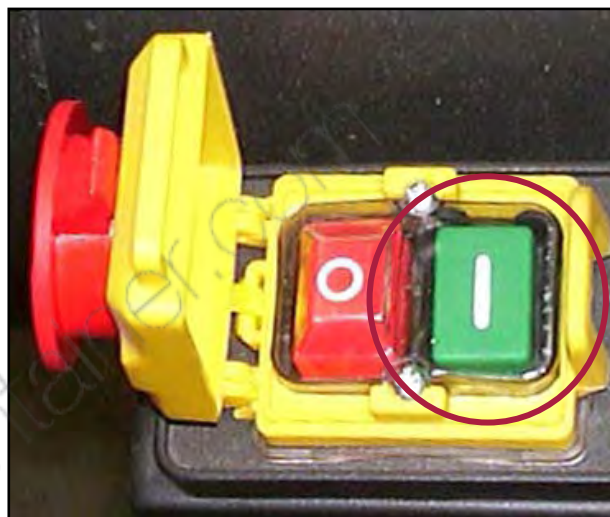

Figura 15 – Dettaglio interruttori.
Il pulsante verde (I), serve per l'avviamento (accensione) dell'aspiratore per trucioli (Figura 15). Attraverso questo pulsante, viene alimentato il motore elettrico collegato con la ventola.
Accendete prima l'aspiratore per trucioli, premendo il pulsante verde (Figura 15) e poi la macchina per la lavorazione del legno. Terminato l'utilizzo spegnete la macchina e poi l'aspiratore. Per l'accensione della macchina per la lavorazione del legno, seguite le istruzioni del fabbricante.